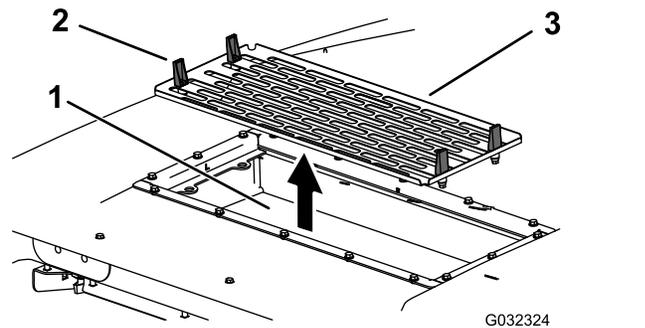

**Figure 117**
- Reposez les filtres à air, la grille et le ventilateur (Figure 116, Figure 117 et Figure 118).
- Rebranchez le câble de chaque ventilateur (Figure 117).